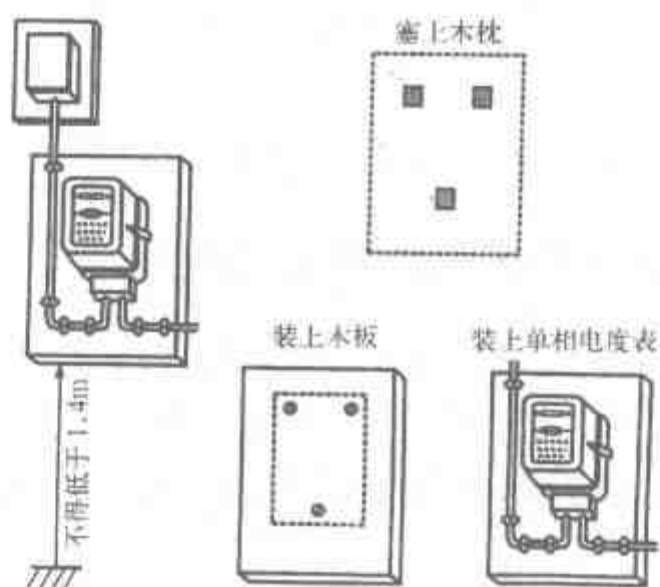

图 3-7 单相电度表的安装示意图
(1) 电度表应安装在干燥、稳固的地方，避免阳光直射，忌湿、热、霉、烟、尘、沙及腐蚀性气体。
(2) 电度表应安装在没有振动的位置，因为振动会使电表计量不准。
(3) 电度表应垂直安装，不能歪斜，允许偏差不得超过 2° 。因为电度表倾斜 5° ，会引起10%的误差，倾斜太大，电度表铝盘甚至不转。
(4) 电度表的安装高度一般为1.4~1.8m，电度表并列安装时，两表的中心距离不得小于200mm。
(5) 在雷雨较多的地方使用的电度表，应在安装处采取避雷措施，避免因雷击而使电度表烧毁。
(6) 电度表应安装在涂有防潮漆的木制底盘或塑料底盘上，用木螺钉或机制螺丝固定。电度表的电源引入线和引出线可通过盘的背面穿入盘的正面后进行接线，也可以在盘面上走明线，用塑料线卡固定整齐。安装示意如图3-7所示。